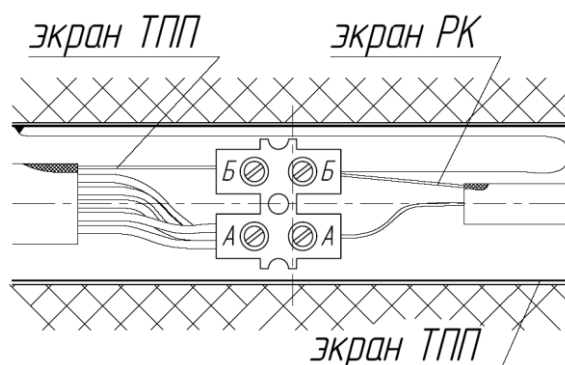

Рисунок 2.19 – Крепление кабелей в муфте соединительной
2.4.8.5 Закрепить в клеммах «А» блока зажимов скрученные жилы кабеля ЧЭ, а с другой стороны - центральную жилу соединительного кабеля. В клеммах «Б» блока зажимов закрепить экраны ЧЭ и соединительного кабеля (рисунок 2.19).